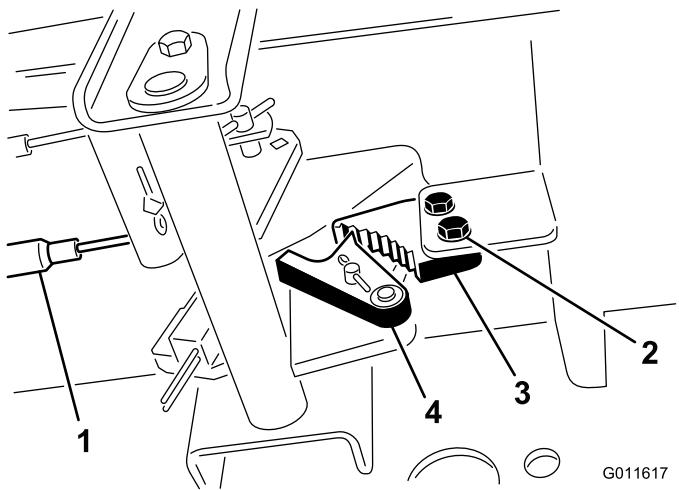

図 36
1. 駐車ブレーキのツメをフレームに固定しているネジ2本をゆるめる(図36)。
- 2. ブレーキのツメが戻り止めに完全に掛かるまで駐車ブレーキペダルを前に踏み込む(図 36).